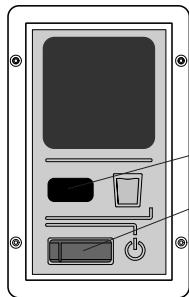

Fig. 10: Manöverpanel AD 6 (version S)
3. Sätt på avfuktaren med huvudströmbrytaren. (**version S**, fig. 10, pos. 2)
1. Stäng av avfuktaren med start-/stoppbrytaren (fig. 9, pos. 5) och (fig.10 pos. 2).